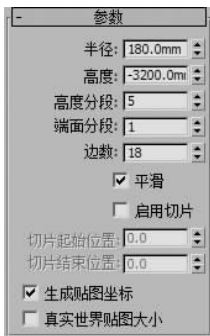
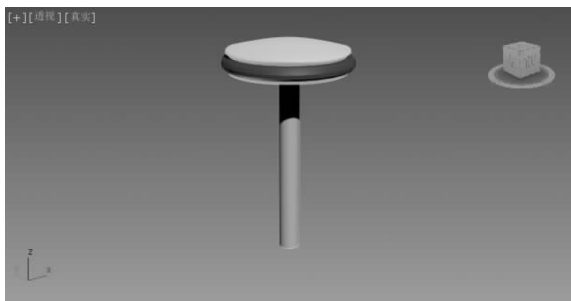

图 3.53 圆柱体参数设置
图 3.54 创建圆柱体
(8) 在命令面板上单击“创建”选项卡 , 进入创建命令面板。在“创建”面板下选择“几何体”→“标准基本体”命令, 单击“圆柱体”按钮, 在顶视图中创建圆柱体, 参数设置如图 3.53 所示, 调整圆柱体在各视图的位置, 完成后效果如图 3.54 所示。